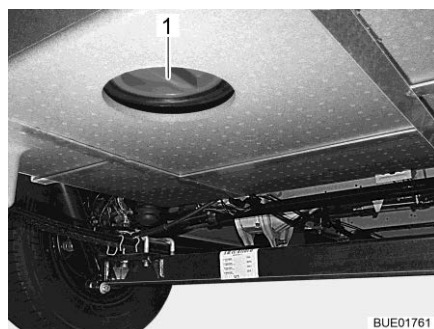

Fig. 304 Apertura per la pulizia (serbatoio delle acque grigie)
- A questo scopo aprire l'apertura per la pulizia (Fig. 304,1) per il serbatoio delle acque grigie e il rubinetto di scarico.